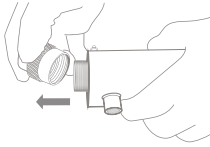

Рис. 7
5. Открутите прижимную гайку и заглушку\* с камеры реактора (рис. 7).